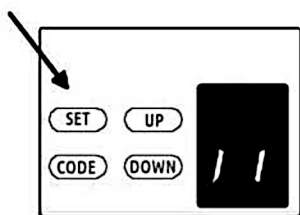

Fig.43
7.6.-Ajuste del Tiempo de Cierre Automatico. (Fig.43)